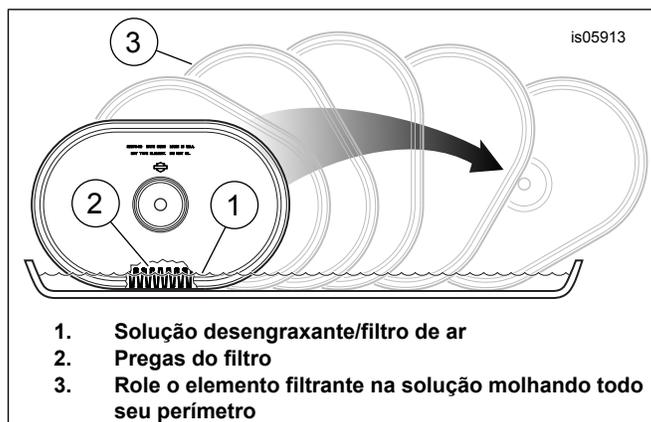

Figura 2. Limpando o elemento filtrante
2. Limpe o elemento filtrante (veja Figura 2):
- a. Remova e lave o elemento imergindo-o, na borda, em um recipiente raso com uma quantidade suficiente de desengraxante/filtro de ar (1) de modo a cobrir **no máximo** três quartos da altura das pregas (2) do filtro, cerca de 9,5 mm (0.375 in). **Não deixe entrar solução suja no elemento filtrante.** “Role” com cuidado o elemento na solução ao redor do seu perímetro (3) até que toda a superfície externa das pregas do filtro fique molhada.